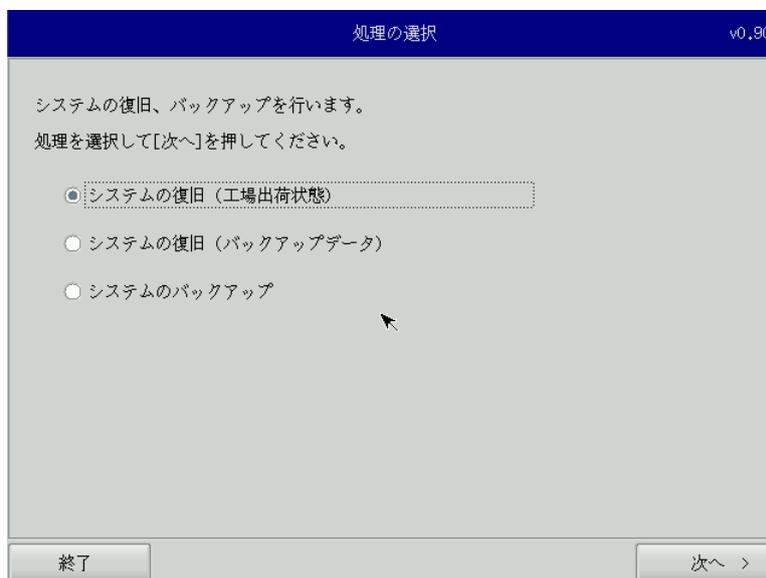

図 6-1-4. リカバリメイン画面
- ⑪ 再起動し、正常にリカバリ DVD から起動すると図 6-1-4 のリカバリメイン画面が表示されます。
- ① LAN ケーブルが接続されている場合は、LAN ケーブルを取り外してください。
- ② USB メモリ、SD カードなどのストレージメディアが接続されている場合は、ストレージメディアを取り外してください。
- ③ 「6-1 リカバリ DVD の起動」を参考にリカバリ DVD を起動させます。
- ④ リカバリメイン画面（図 6-1-4）で[システムの復旧（工場出荷状態）]を選択し、[次へ]ボタンを押します。
- ④ リカバリメイン画面 (図 6-1-4) で[システムのバックアップ]を選択し、[次へ]ボタンを押します。
- ④ リカバリメイン画面（図 6-1-4）で[システムの復旧（バックアップデータ）]を選択し、[次へ]ボタンを押します。